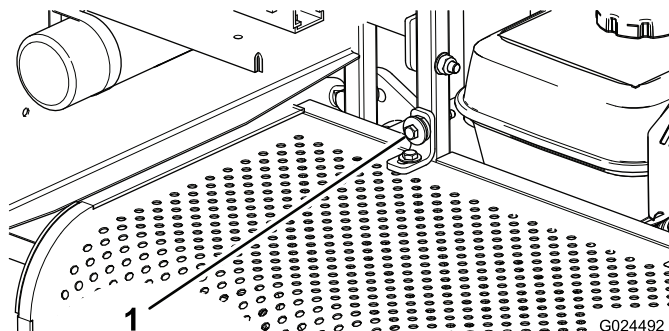

Рисунок 22
1. Отверните крепежный винт и поднимите заднюю крышку (Рисунок 22).